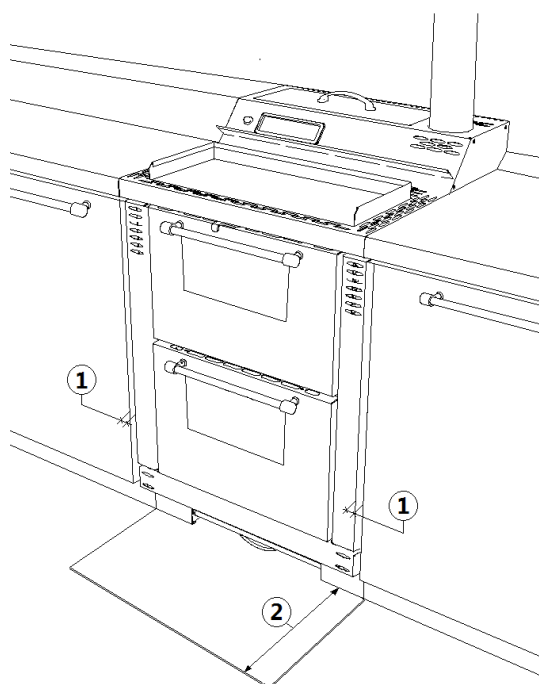

Fig. 14 - Cucina incassata
- È possibile incassare la cucina tra i mobili tenendo staccati i fianchi di 10 mm (vedi **Fig. 14 a pag. 15**).